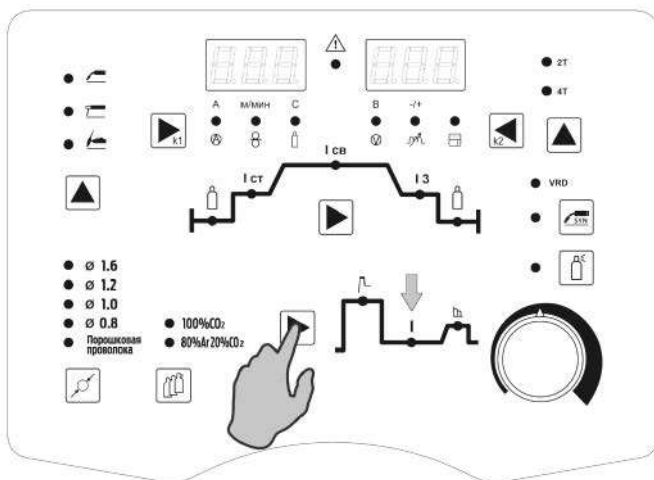

Рис. 10.1.2. Регулятор силы сварочного тока.
4. Выставьте необходимое значение силы тока (См. рис. 10.1.2). Выберите параметр на циклограмме I (См. рис. 7.3.1, поз. 3) кнопкой (См. рис. 7.3.1, поз. 1) и регулятором (См. табл. 7.0.1, поз. 11) в зависимости от толщины свариваемого металла и диаметра покрытого электрода (См. табл. 11.7.1, 11.7.2) нужное значение силы тока.